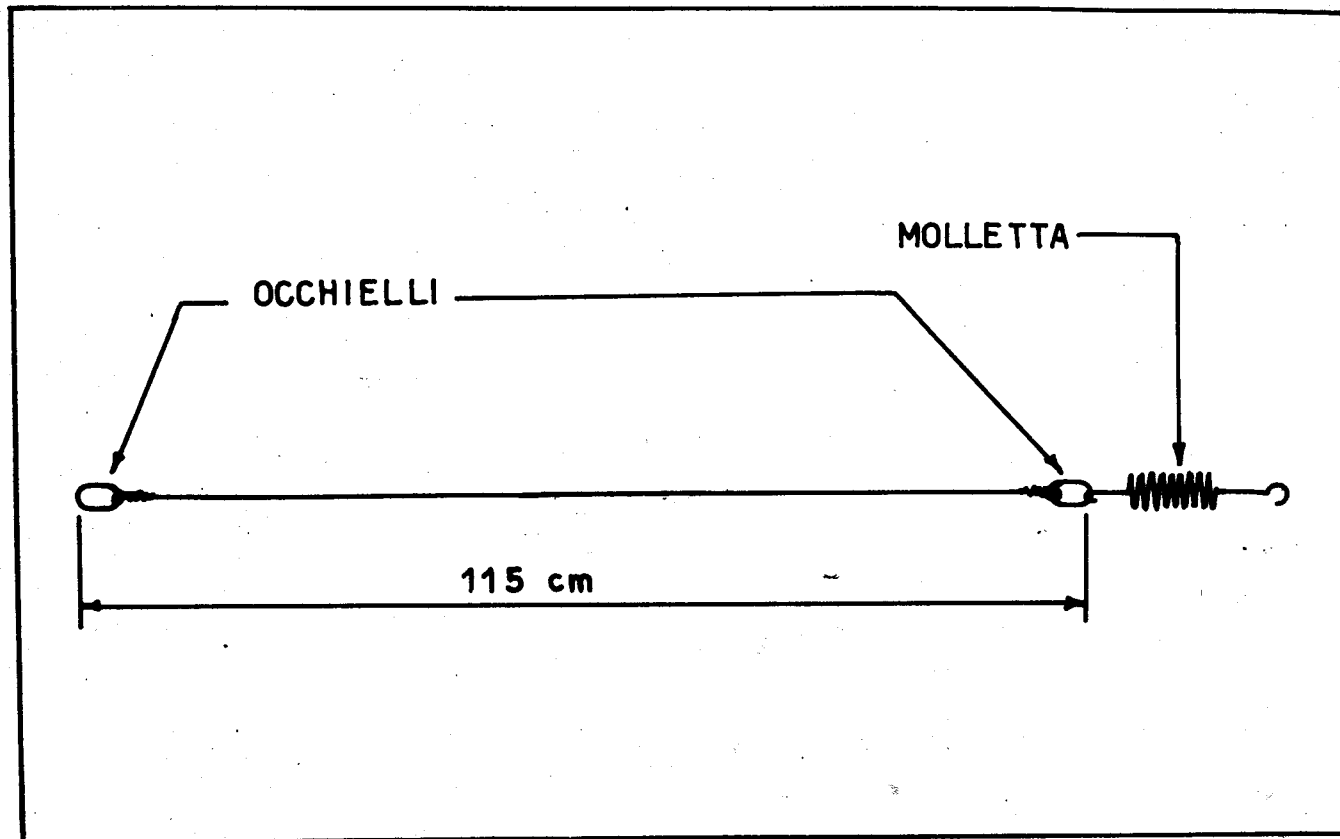

Fig. 11
b) - Preparare la cordina con due anelli (come da fig.11) in modo che sia esatta la misura di 1150 mm.